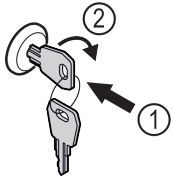

Fig. 87
- ▶ Schlüssel hineindrücken Fig. 87 (1).
- ▶ Schlüssel um 90° im Uhrzeigersinn drehen Fig. 87 (2).